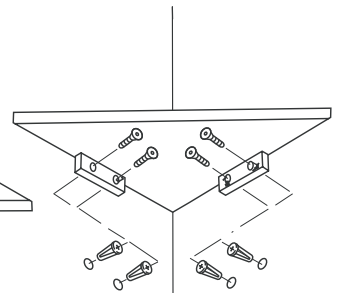

Figura 3
Paso 3: Inserte los anclajes del estante en el panel de yeso. Adjunte los soportes de madera en los anclajes como se muestra en la **Figura 3**.